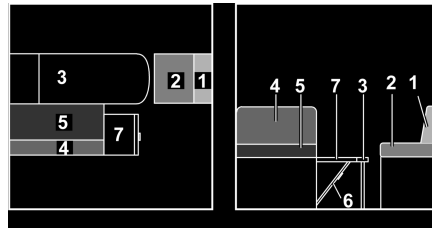

Fig. 132 Pendant la transformation
- Rabattre la rallonge de la banquette (Fig. 132,7) vers le haut et enclencher avec le rabat.
- Enlever le coussin de dossier du siège longitudinal (Fig. 132,1) et le placer de côté.
- Tirer le coussin d'assise du siège longitudinal (Fig. 132,2) vers l'avant jusqu'à la table.
- Tirer le coussin d'assise de la banquette (Fig. 132,5) vers l'avant, sur la table.
- Rabattre le coussin de dossier de la banquette (Fig. 132,4) et le tirer sur la rallonge de la banquette.
- Placer le coussin supplémentaire (Fig. 132,9) entre le coussin d'assise et le coussin de dossier.
- Placer les coussins supplémentaires (Fig. 132,10, 11 et 12) entre la cloison latérale et les coussins disposés sur la table et le plateau d'assise.